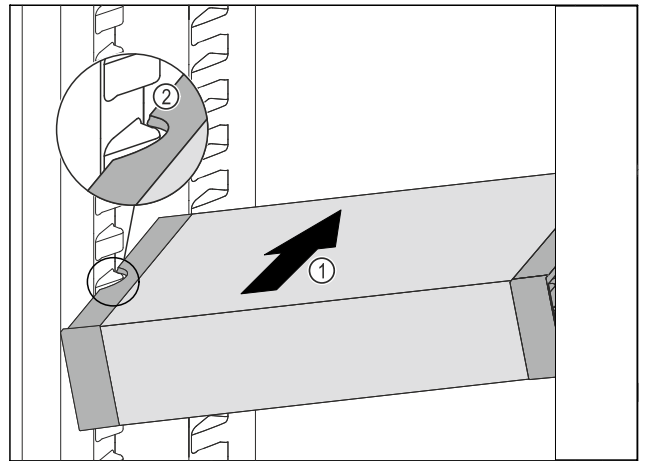

Fig. 147
- ▶ 将 VarioSafe 斜插入冷藏区中 Fig. 147 (1)，直至 VarioSafe 的侧部凹槽 Fig. 147 (2) 与冷藏区中的容器肋梁持平。